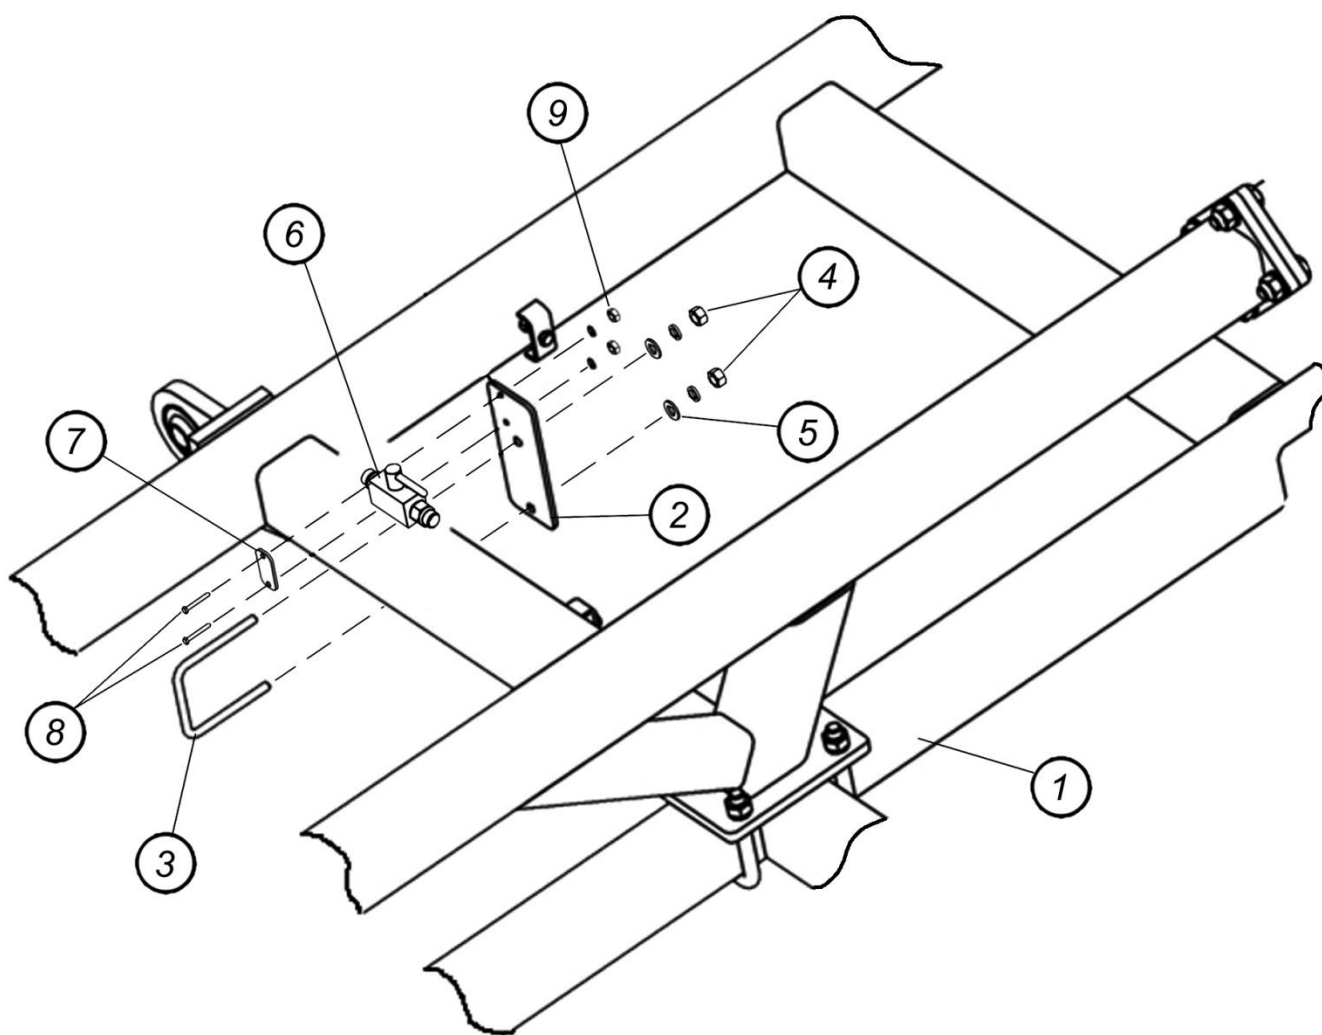

Рис.7.1.15. Кран фиксации сошников
7.1.15. Кран фиксации сошников (рис.7.1.15)